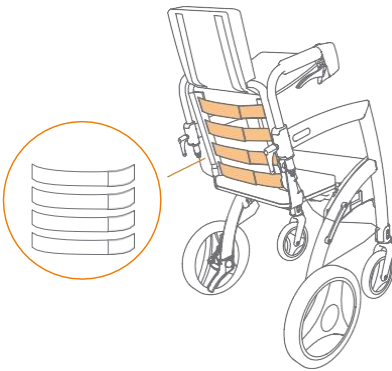

Figura 52: Aflojar para mayor profundidad de asiento.
- c. Ajuste las correas quitando el velcro y abrochándolo nuevamente en la posición deseada (**Figura 52**).